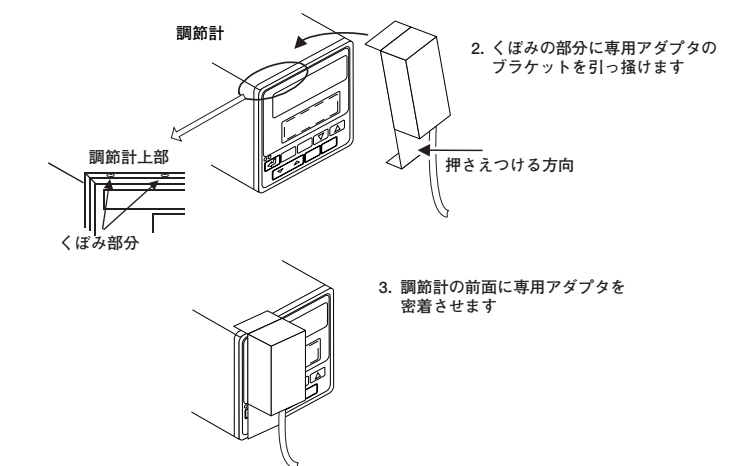

図4 専用アダプタの装着
2. 専用アダプタを図4のように調節計上部 (くぼみ部分) にかけます。